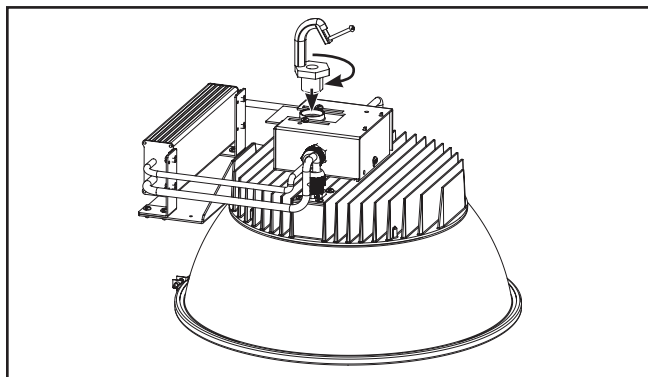

Figura 1.
4. Enrosque completamente el gancho de montaje en el orificio roscado en la placa de montaje ajustable en la parte superior de la luminaria. (Figura 1)